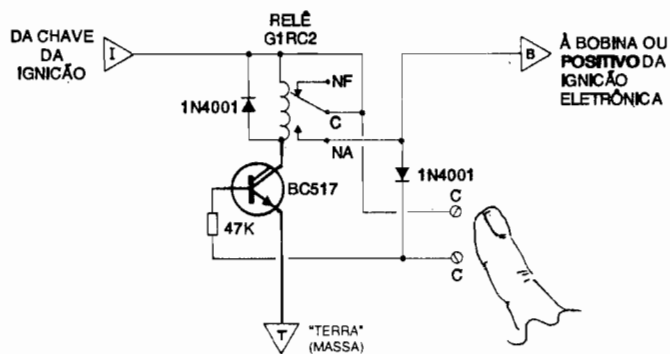

Fig.1
- FIG. 1 - DIAGRAMA ESQUEMÁTICO DO CIRCUITO - Todo o "truque" se resume na inserção, após a chave convencional de ignição (no percurso da alimentação positiva de 12 VCC ao sistema de partida e ignição, não importando se esta é do tipo "normal" ou eletrônico...) de um par de contatos NA (Normalmente Aberto) de um relê comum (capaz de manejar confortavelmente cerca de 10A, Corrente suficiente para a finalidade...). Dessa forma, apenas quando já foi efetuado o primeiro "meio giro" da chave de ignição (ligação do sistema elétrico geral do carro...), o tal contato Normalmente Aberto poderá ser "fechado", a partir do toque de um dedo sobre os pontos metálicos "C-C"... Nesse momento, a pequena Corrente que transita pela Resistência da pele do operador, e também através do resistor de 47K, torna-se suficiente para polarizar o poderoso (em termos de ganho...) transistor Darlington BC517, levando-o à saturação, com o que sua Corrente de coletor poderá energizar a bobina do referido relê (o "velho" diodo em "anti-paralelo" com a dita bobina, protege o transistor contra "chutes" de Tensão ocorridos nos momentos de chaveamento...). Uma vez fechados os contatos NA, o setor de partida e ignição do carro torna-se operacional, enquanto que o segundo diodo (1N4001) se encarrega de manter o BC517 polarizado (via resistor de 47K), assegurando a permanência da energia, até que a chave convencional de ignição seja desligada, retornando todo o sistema ao ponto "zero"!